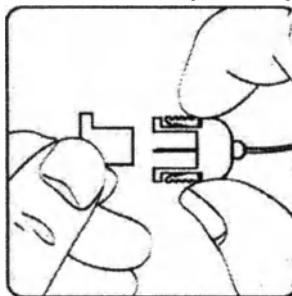

Рис.98.
3. Наденьте резиновую заглушку на разъем катетера. Это предотвратит вытекание инсулина из катетера и загрязнение соединительной иглы (Рис.98). Убедитесь, что не погнули соединительную иглу.